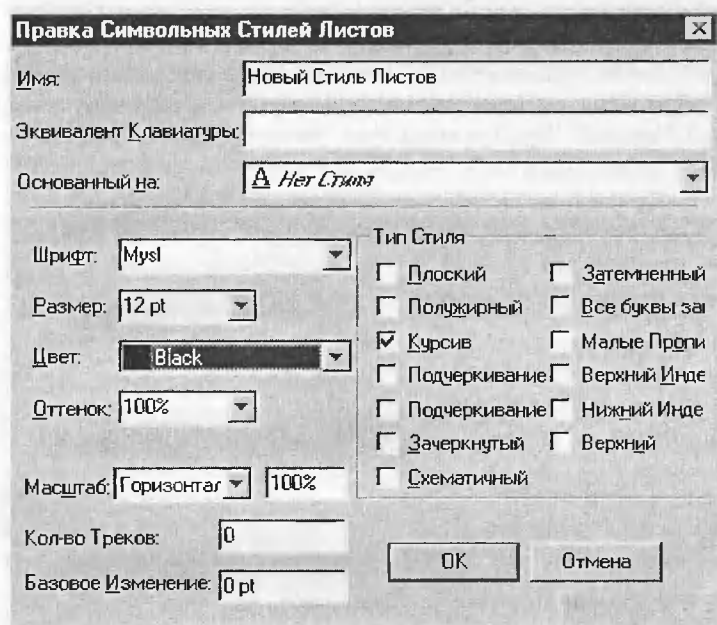

Рис. 3.49. Диалоговое окно *Правка Символьных Стилией Листов*
- *Символьные атрибуты* – эта группа служит для определения символьных атрибутов стиля. Раскрывающийся список *Стиль* служит для выбора типа стиля (абзаца или символа). Чтобы задать символьные атрибуты для стиля, следует щелкнуть на кнопке *Новый* или *Правка*, после чего в диалоговом окне *Правка Символьных Стилей Листов* задать необходимые параметры стиля (см. рис. 3.49);